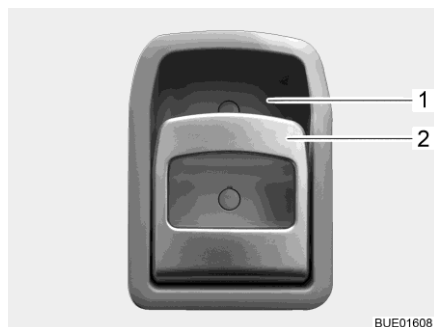
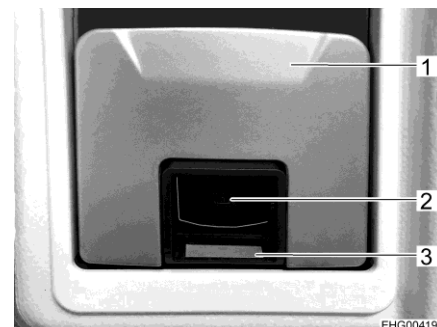

Fig. 53 Serratura della porta (porta di ingresso, lato interno)
Fig. 54 Serratura della porta, variante (porta di ingresso, lato interno)
- Apertura:** ■ Tirare la maniglia (Fig. 53,2 o Fig. 54,1). La serratura della porta si sblocca o apre.
- Bloccaggio:** ■ Premere la maniglia (Fig. 53,2) in alto verso l'impugnatura (Fig. 53,1). La serratura della porta si blocca.
Spingere la superficie nera (con simbolo della serratura) (Fig. 54,2) verso l'interno fino a vedere la superficie rossa (Fig. 54,3). La serratura della porta si blocca.